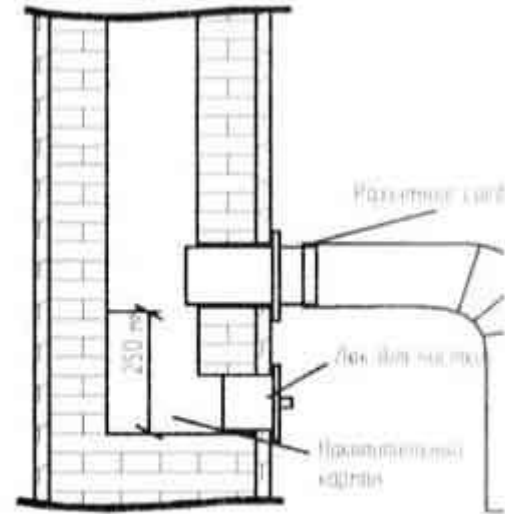

Рис. 28.2.
- 4.5. Крепление трубы дымохода с дымоходом показано на рис. 28.2.